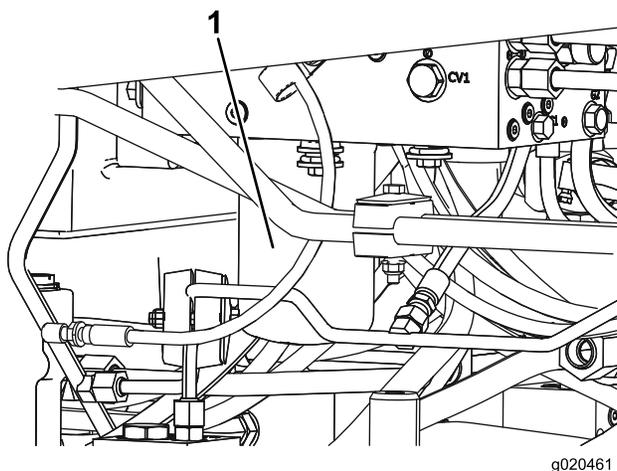

Figura 73
5. Repita o procedimento para o outro filtro (Figura 73).